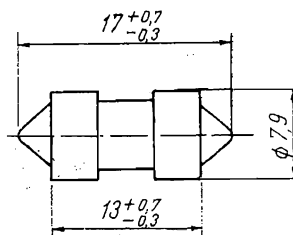

Fig. 5.2. Siguranță fuzibilă S 17 cod 5051.
*Siguranță S 17.* Este construită dintr-un tub de sticlă cu capace metalice (fig. 5.2) între care este fixat firul fuzibil. Caracteristicile de fuziune ale ei sînt date în tabelele 5.2 și 5.3.